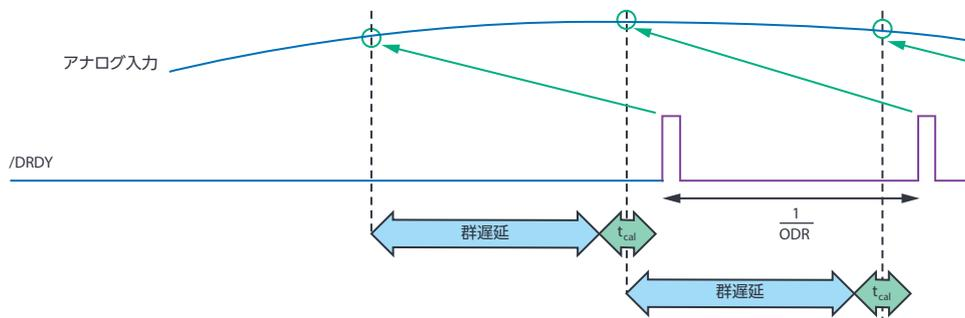

図8. アナログ入力をサンプリングするタイミングとデータ・レディがトグルするタイミングの時間差
- ▶ コントローラにより、サンプリングのタイミング（図8に示すように、群遅延を調べてデータ・レディ信号から逆算する）とGlobal\_SYNCのパルスの中の時間差を計算します。群遅延とは、入力がサンプリングされてから、データ・レディ・ピンがトグルされる（サンプルが読み出し可能であることを示す）までの時間のことです。その値はデータシートに記載されています。